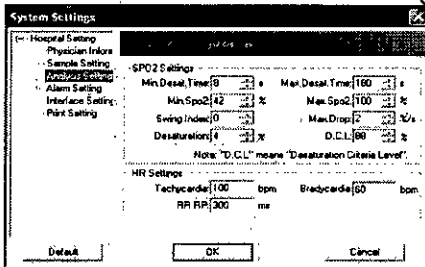

Imagen 6-24
- ◆ La "Configuración de análisis" incluye la configuración de análisis de SpO₂ y la configuración de análisis de frecuencia cardíaca (imagen 6-24).